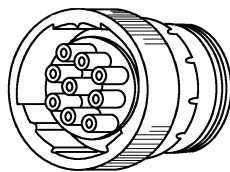

图 6-70 需要安装的新插头
(2) 插头更换
① 使用表 6-1 介绍的 Deutsch 插头专用工具从插头中拆下触针。
② 将工具推入插头 25mm, 直到碰到端子凸缘。
③ 用专用工具夹持住端子凸缘, 同时从插头中拉出导线和连接触针。
④ 安装新插头, 确定插头正确锁定, 如图 6-70 所示。
⑤ 将触针插入更换插头正确的孔中, 要求触针必须卡到位并将导线固定在插头内。轻拉导线以确定导线已在插头中插好。